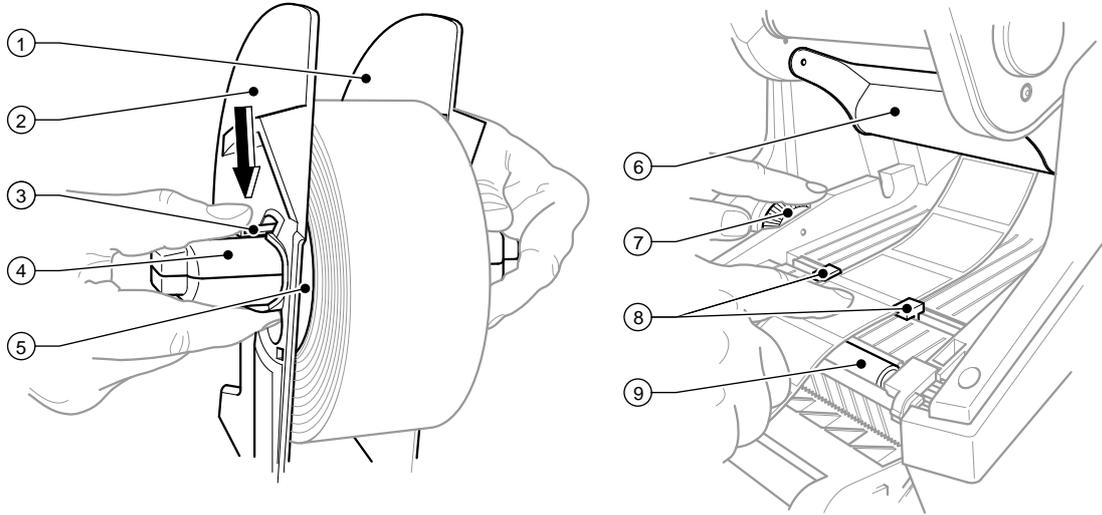

Bild 4 Rollenaufnahme und Führung des Etikettenmaterials
1. Leporello-Etiketten (1) im Stapel hinter dem Drucker platzieren. Darauf achten, dass die Etiketten auf dem Streifen nach oben zeigen.
2. Deckel öffnen und Bedienfeld (5) herunterklappen.
3. Leporello-Etiketten (1) unterhalb des Deckels durchführen.
- Rollenaufnahme (2) an Etikettenbreite anpassen:
- Rollenaufnahme (2) aus den Halterungen (4) im Drucker herausnehmen. Adapter von der Rollenaufnahme nehmen, ▷ 4.1.1 auf Seite 11.
- Hebel (3 - Bild 4) herunterdrücken und die Randsteller 1 und 2 (2 - Bild 4) auf Etikettenbreite mittig justieren.
4. Rollenaufnahme wieder in die Halterungen (4) im Drucker einsetzen. Darauf achten, dass die abgerundeten Flächen der Randsteller nach vorn zeigen.
5. Etiketten über die Rollenaufnahme (2) führen.
6. Entriegelungstaster (6) drücken und das Druckmodul nach oben klappen.
7. Leporello-Etiketten unterhalb der Umlenkung (6 - Bild 4) nach vorn und weiter über die Druckwalze (9 - Bild 4) bis ca. 15 cm außerhalb des Druckers durchführen.
8. Etikettenführungen (8 - Bild 4) mit dem Stellrad (7 - Bild 4) so weit nach außen fahren, dass die Etiketten dazwischen passen. Den Etikettenstreifen mit der Hand nach unten drücken und die Etikettenführungen (8 - Bild 4) wieder dicht an die Etikettenkanten heranfahren.
9. Druckmodul nach unten klappen und gleichmäßig auf die beiden markierten Flächen (3) drücken, damit die Einheit beidseitig einrastet.